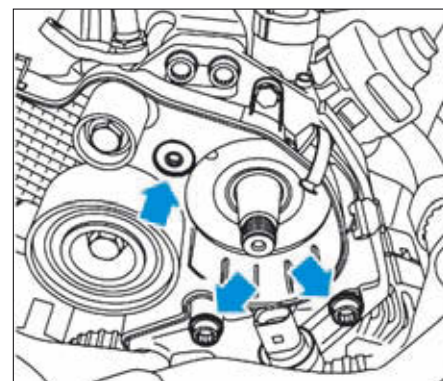

FIG. 38
- les vis de fixation (flèches) de la pompe haute pression (Fig.38),